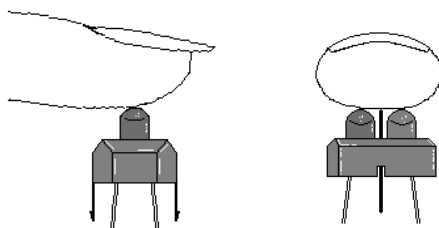

图 1-31-2 测量方法
1. 如图 1-31-2 所示,把手指放在 IC₃ 反射式光电传感器上,用示波器测量 TP₈、TP₉、TP₁₀、TP₁₁ 的波形,并把波形截图粘贴在答题卡相应位置。